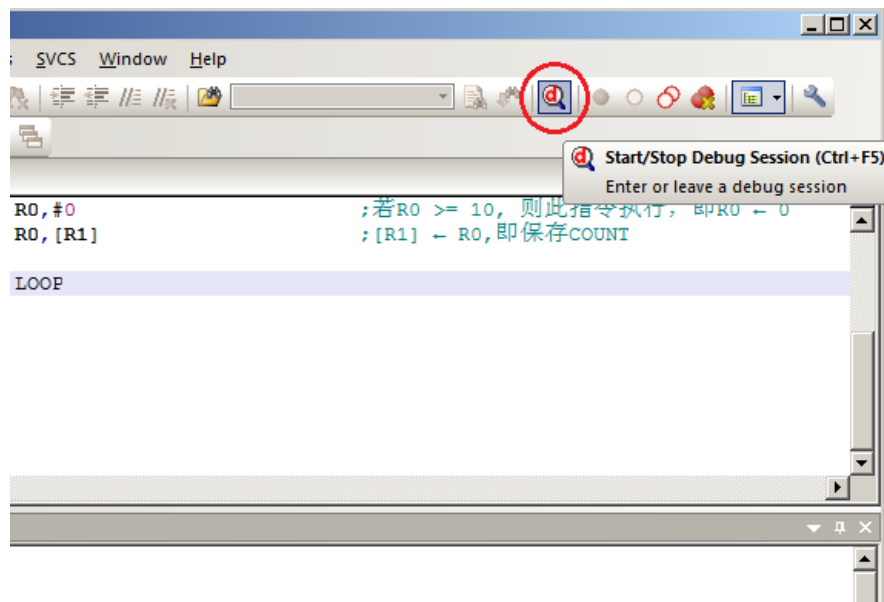

图 2-7 调试运行
(5) 编译链接工程。使用 USB 电缆连接实验板，进行仿真调试。见图 2-7。